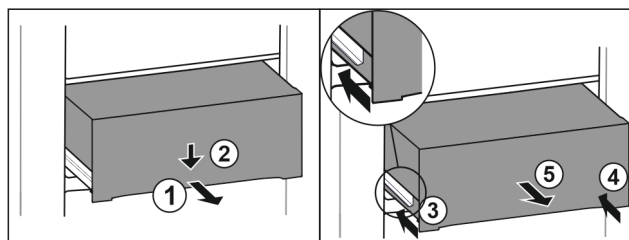

Fig. 133
- Vytiahnite zásuvku do polovice. Fig. 133 (1)
- Zatlačte zásuvku na prednej strane smerom nadol. Fig. 133 (2)
- Zasuňte ľavú koľajničku o cca 2 cm. Fig. 133 (3)
- Zasuňte pravú koľajničku o cca 2 cm. Fig. 133 (4)
- Odoberte zásuvku dopredu. Fig. 133 (5)